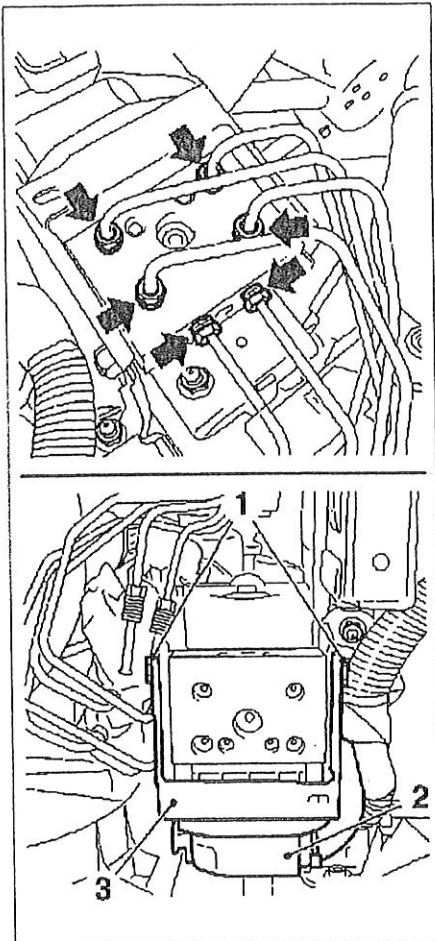

FIGURE 8-12
- Débrancher les canalisations de frein sur le groupe hydraulique (figure 8-12) après avoir repéré leur position.